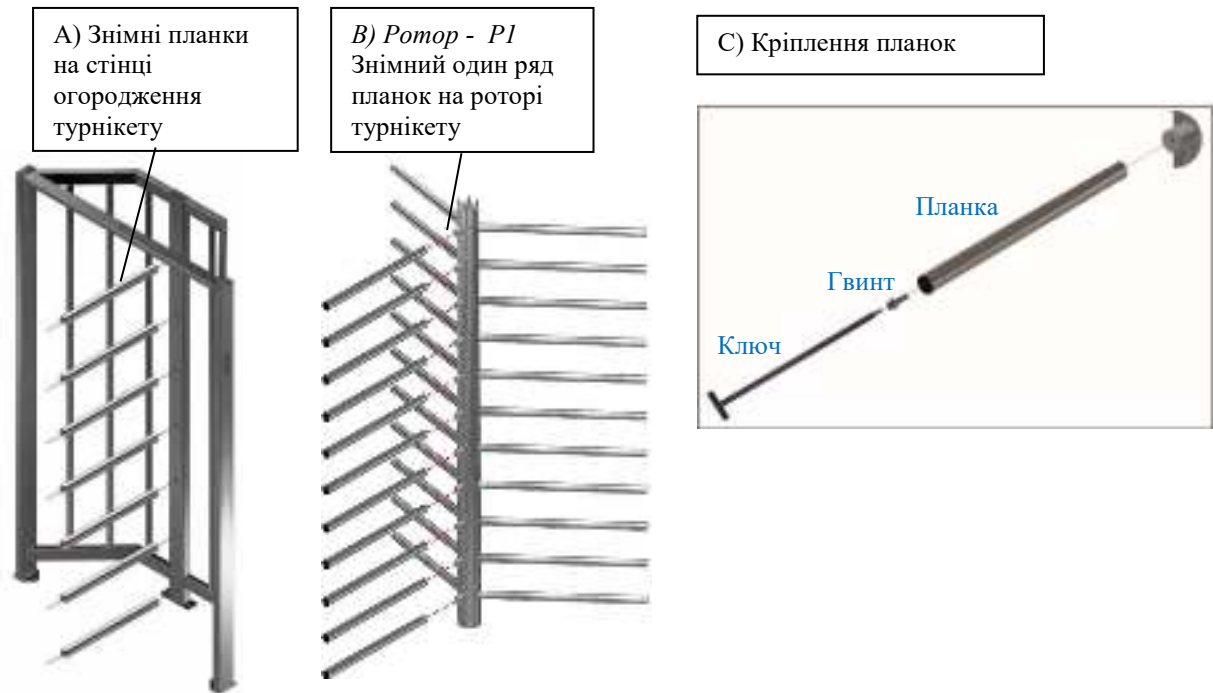

Рис.10– Складання основних елементів та встановлення планок турнікету
- На стіну огороження встановити ряд планок (гребінку), використовуючи подовжений шестигранний ключ (входить до комплекту постачання при розібраному вигляді турнікету (*рис.10 С*)) і закріпити гвинтами.